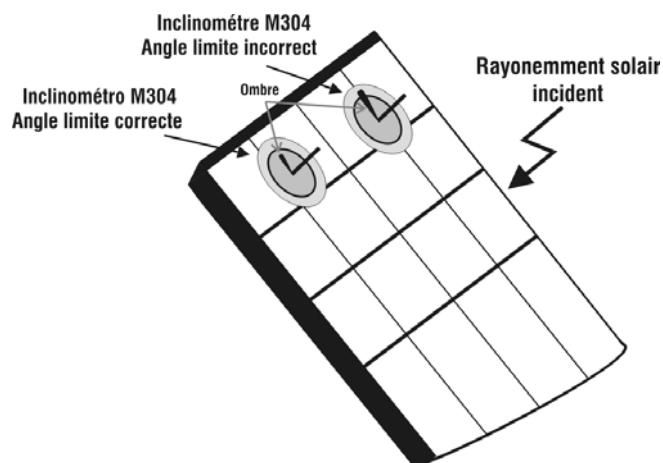

Fig. 10 : Positionnement inclinomètre M304
18. Monter la tige sur le disque de l'accessoire M304 (inclinomètre) fourni de dotation et le garder posé sur le plan du module. **Vérifier que l'ombre de la tige projetée sur le disque tombe dans le « cercle concentrique limite » se trouvant à l'intérieur du disque même (voir Fig.10). Autrement, l'angle entre les rayons du soleil et la surface du module est trop élevé et les mesures effectuées par l'instrument NE sont donc PAS à considérer comme fiables. Répéter les opérations dans d'autres moments de la journée**